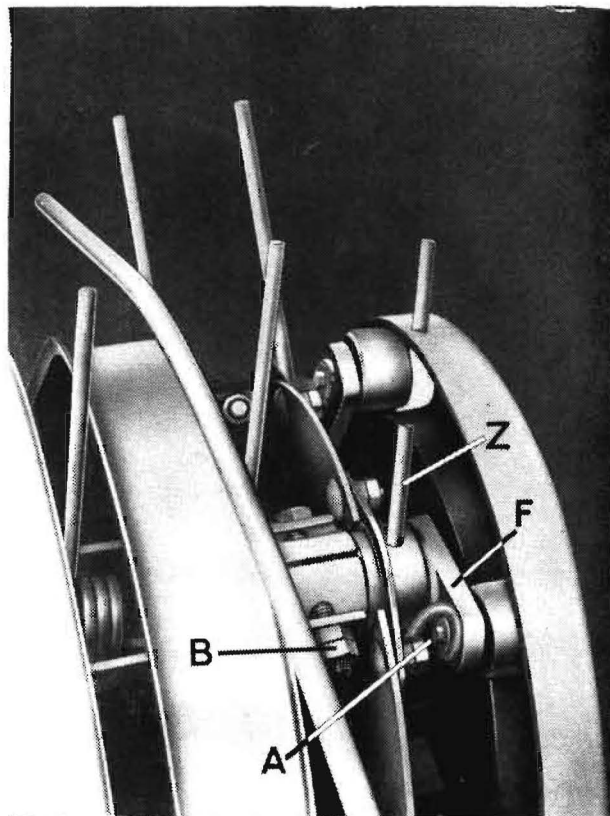

Bild 57
- Lösen der Befestigungsschraube (A) und Entfernen des Zinkens (Z)
- Befestigungsschraube (B) des Führungshebels (F) heraus-schrauben
- Zinkentrommel drehen, bis Führungshebel vor Montageöffnung steht (Bild 57)